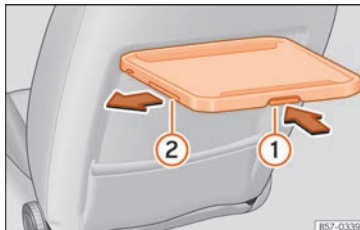

Abb. 137 Vordersitz links: Klapptisch mit Getränkehalter.
- Drücken Sie den Entriegelungshebel an der Tischunterseite » Abb. 137 ① und halten Sie ihn gedrückt.